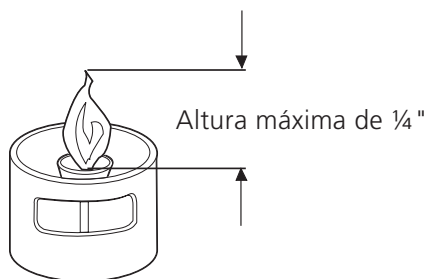

Figura 14
5. Ajuste el piloto a aproximadamente una llama de $\frac{1}{8}$ " – $\frac{1}{4}$ " (vea figura 14) de manera a que una pequeña coloración amarilla aparezca en la parte alta de la llama del piloto.